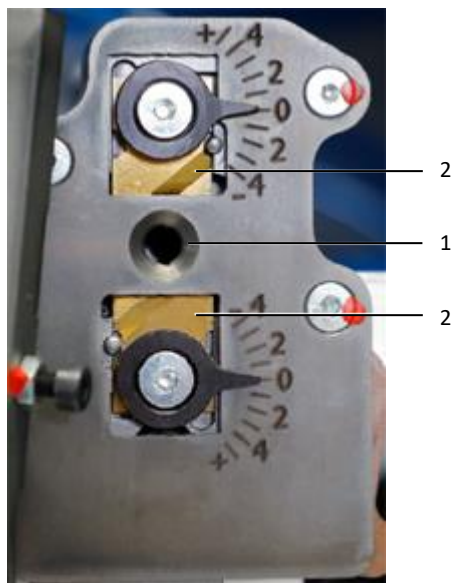

Fig. 12 : unité de dénudage
- Nettoyer la zone autour du perçage (fig. 12, pos. 1) avec un pinceau.
- Vérifier les couteaux (fig. 12, pos. 2). Remplacer si nécessaire les couteaux (cf. paragraphe 8.3 « Remplacement des couteaux à dénuder »).